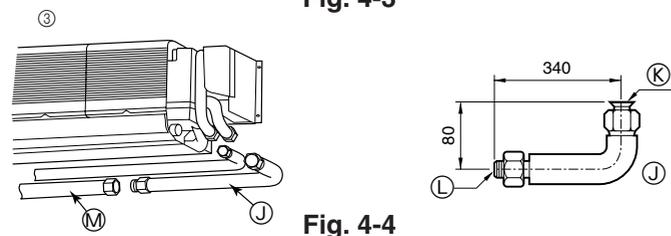

Fig. 4-4
### ③ L形连接管 (用于气体管) (Fig. 4-4)
- ③ A 107 毫米 (P63), 102 毫米 (P100)
- ③ B 排水软管
- ③ C 液体管
- ③ D 气体管
- ③ E 左侧管内的排水软管
- ③ F 机身上分离孔
- ③ G 适用于左侧管
- ③ H 适用于下侧管
- ③ I 适用于右侧管
- ③ J L形连接管 (可选件)